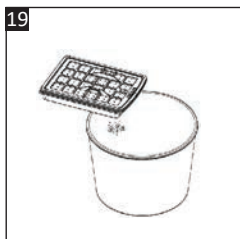

Fig. 19
5. Golpee suavemente el filtro HEPA (23) sobre un cubo de basura para eliminar el exceso de polvo (Fig. 19).